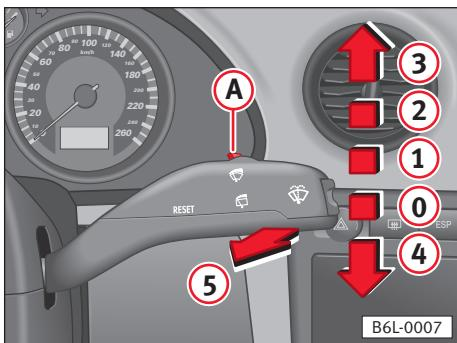

Fig. 64
El mando ④ de la palanca del limpiacristales sirve para ajustar de forma individual la sensibilidad del sensor de lluvia ⇒ fig. 64.